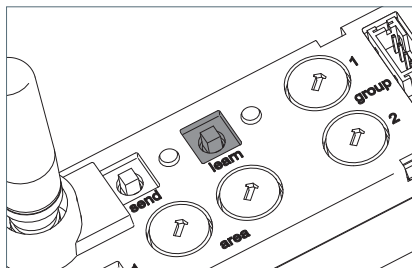

Fig. 33: Tasto "learn".
- Premere il tasto "learn" e tenerlo premuto per almeno 15 secondi, finché i LED "learn" e "send" non sono accesi in modo permanente, vedi Fig. 33.